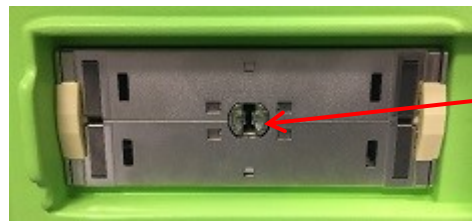

Figura 20: Tacca di blocco sullo slot del connettore del trasduttore
2. Allineare il *perno di blocco* (fare riferimento alla Figura 19) sul connettore del trasduttore con la *tacca di blocco* sullo *slot del connettore del trasduttore* del sistema ExactVu (fare riferimento alla Figura 20), in modo che il connettore del trasduttore sia orientato come indicato nella Figura 21.